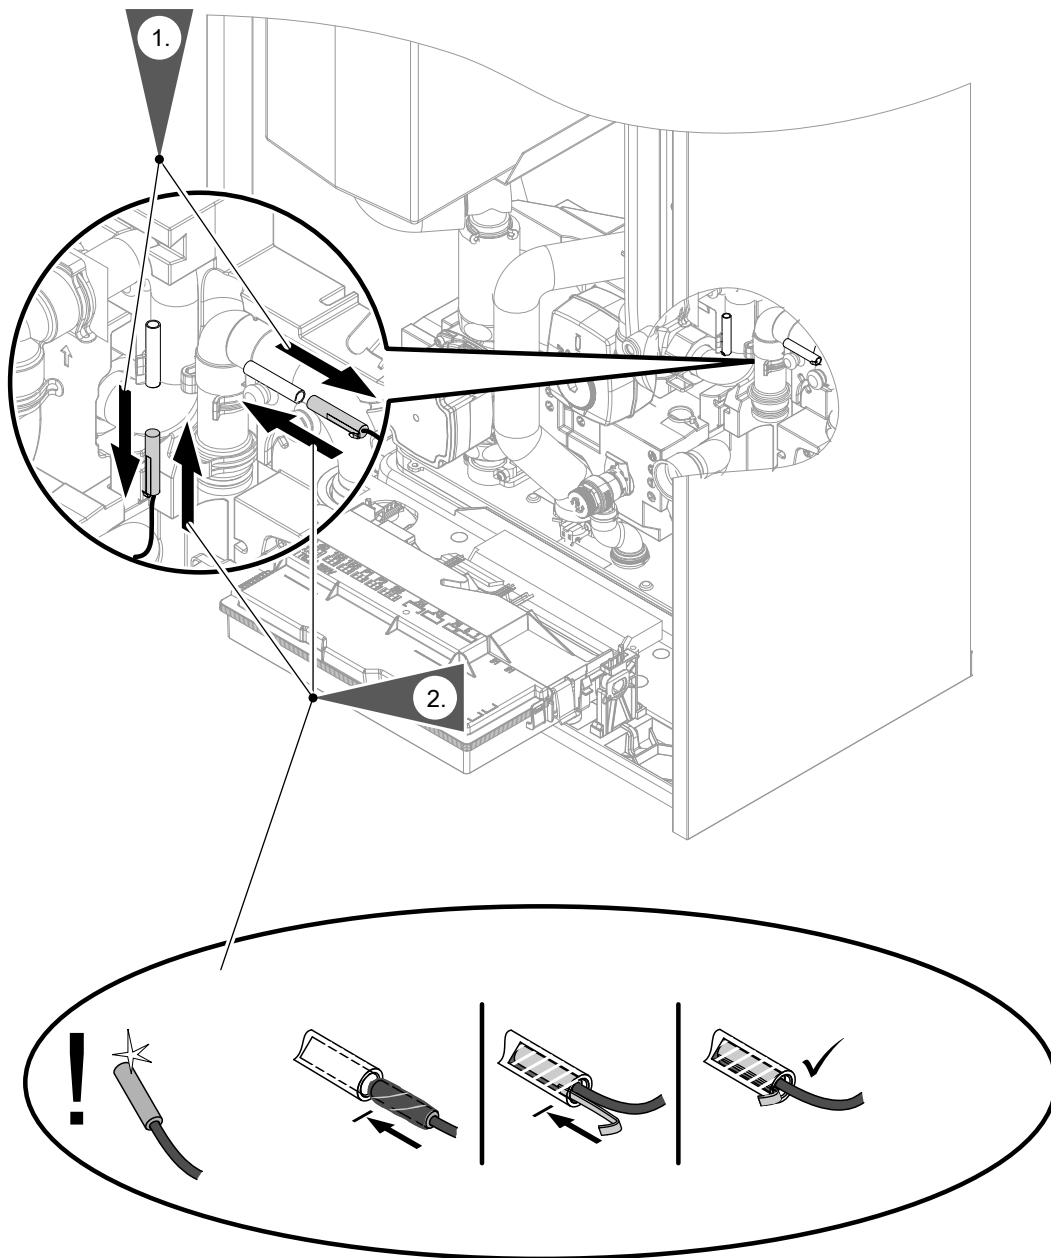

Abb. 111
- Temperatursensoren Sekundärkreis: Siehe Abb. 111 und 112.